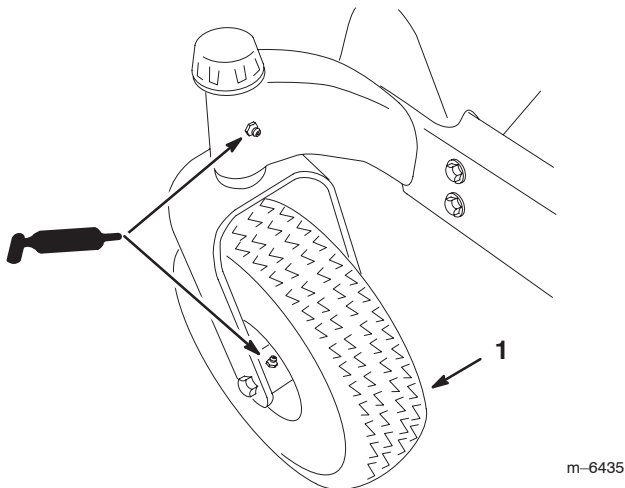

Figure 31
3. Graissez le pivot de la roue pivotante et les roues motrices (Fig. 31).